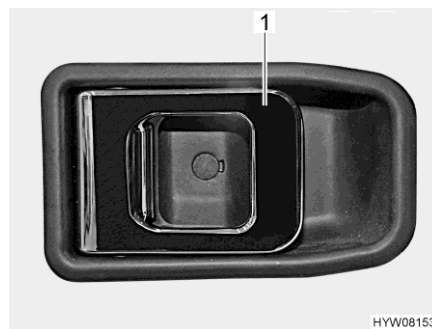

Bild 56 Dörrlås (förardörr, insida)
- Drag i handtaget (Bild 56,1). Dörrlåset låses upp respektive öppnas.
- Tryck ned handtaget (Bild 56,1). Dörrlåset låses.